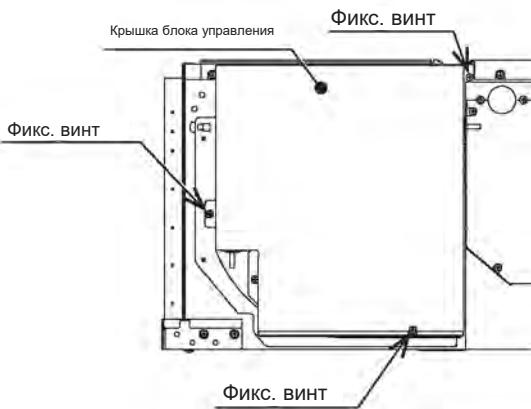

Рис. 3-1
(1) Снимите крепежные винты (3 места), показанные на рис. 3-1, и крышку блока управления.